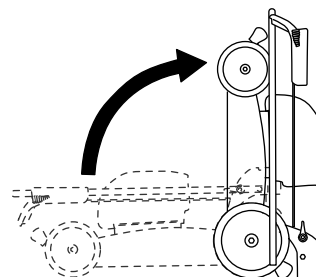

Figure 23
6. Levez l'avant de la machine par la poignée et amenez-la dans un lieu de remisage (Figure 23).